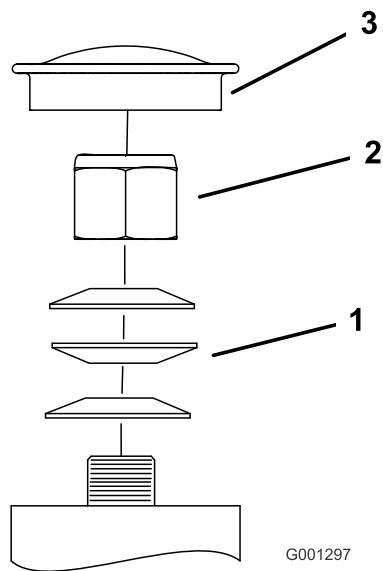

Figure 60
3. Retirez le capuchon antipoussière de la roue pivotante et serrez le contre-écrou (Figure 60).
4. Continuez de serrer le contre-écrou jusqu'à ce que les rondelles élastiques soient aplaties, puis desserrez-le de 1/4 de tour pour obtenir la précharge correcte des roulements (Figure 60).
**Important:** Veillez à placer les rondelles comme illustré (Figure 60).
5. Remettez le capuchon antipoussière en place (Figure 60).